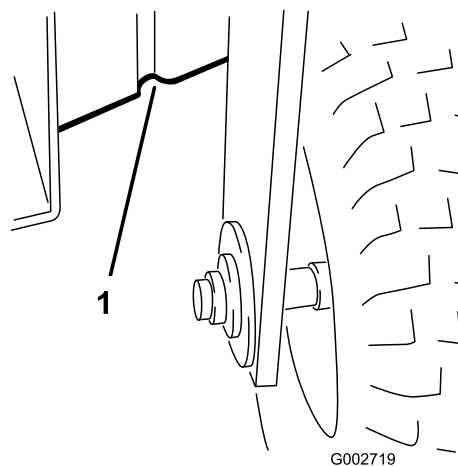

Figura 18
- Faă - sub cadru, în spatele roii faă (Figura 18).